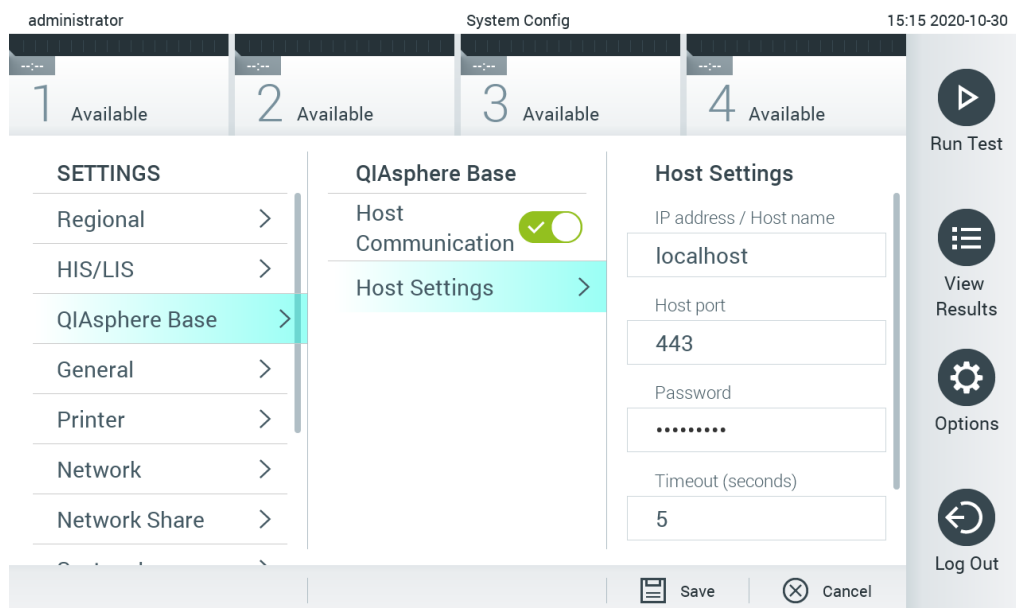

Рис. 66. Настройка подключения к QIASphere Base
2. В списке настроек в левом столбце выберите пункт QIASphere Base (рис. 66).